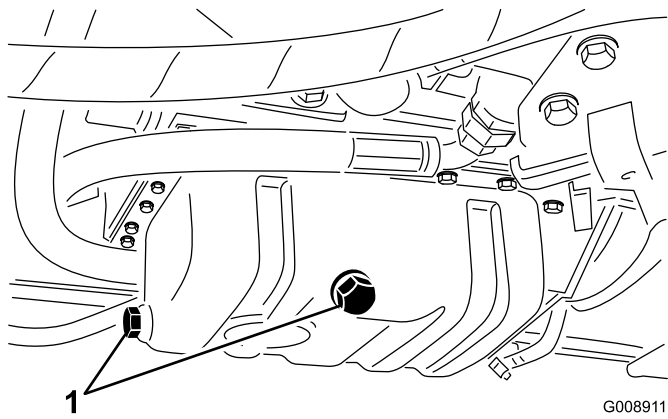

図 44
1. ドレンプラグ（図 44）の片方を外し、排出されるオイルを廃油受け容器に回収する。オイルが抜けたらドレン・プラグを取り付ける。